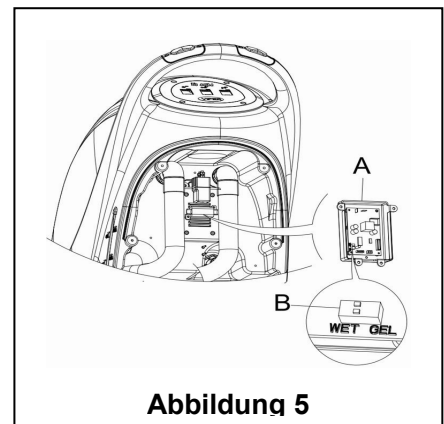

Abbildung 5
2. Entfernen Sie den Ablaufschlauch (15)
4. Nehmen Sie den Gerätedeckel ab (5) und lösen Sie die Schrauben der Batterieabdeckung (10). Entfernen Sie die Schrauben der PCB-Platine. Der DIP-Schalter (B) für die Einstellung des Batterie-Modells ist zu sehen, wenn ?Umklappen der Platine werden. (Siehe **Abbildung 5**)
5. Stellen Sie den Mikro-DIP-Schalter (B) auf die Position "NASS".